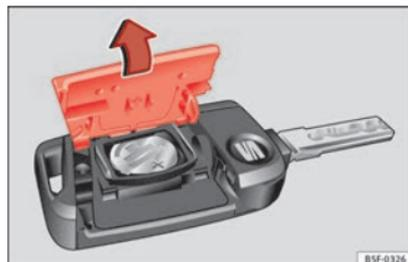

Fig. 133 Chiave del veicolo: aprire il coperchio del vano della batteria.
- Togliere il coperchio della parte posteriore della chiave del veicolo » fig. 133 nella direzione indicata dalla freccia » ❶.
- Collocare il coperchio come illustrato » fig. 133 e inserirlo nel vano batteria nella direzione contraria a quella indicata dalla freccia.
❶ ATTENZIONE